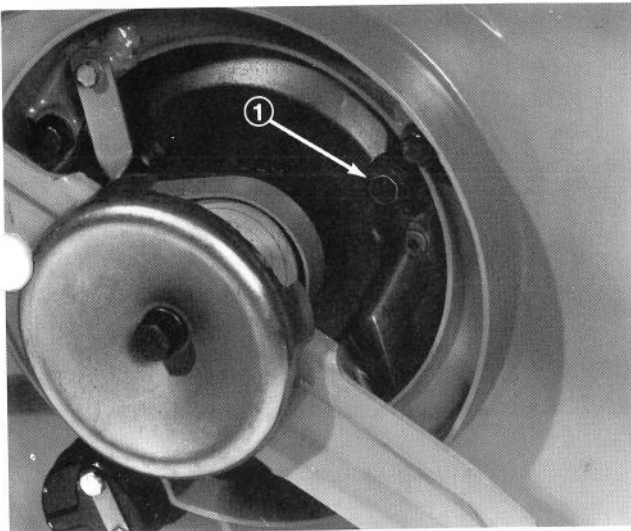

Abb. 30
2. Mäher auf die linke Seite legen (Abb. 30).